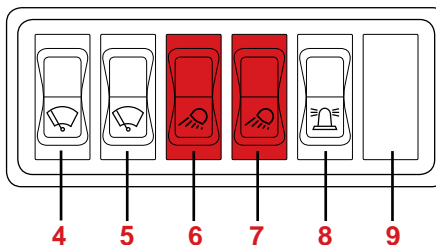

Fig. 27
La chargeuse est équipée de phares de travail à l'avant et à l'arrière. Les phares de travail s'allument en actionnant les interrupteurs à bascule à droite à côté du siège du conducteur dans le toit de la cabine pos. 6 et 7 (Fig. 27).
Toujours allumer le phare de travail arrière avec l'interrupteur à bascule pos. 7 (Fig. 27) de la même manière qu'à l'avant !
L'interrupteur d'allumage du gyrophare se trouve au-dessus du siège du conducteur dans la cabine (Fig. 27).